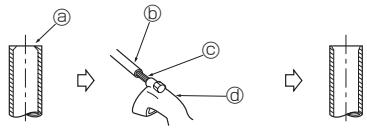

Fig. 5-4
5.2.2. Uklanjanje hrapavih ivica (Fig. 5-4)